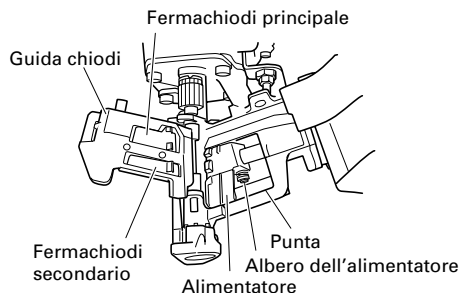

Fig. 14
- (2) Aprire la guida chiodi e rimuovere polvere, ecc. come mostrato nella Fig.14. Applicare lubrificante alla scanalatura di scorrimento dell'alimentatore e all'albero dell'alimentatore. Controllare che il fermachiodi principale e il fermachiodi secondario scorrano bene premendoli con un dito.